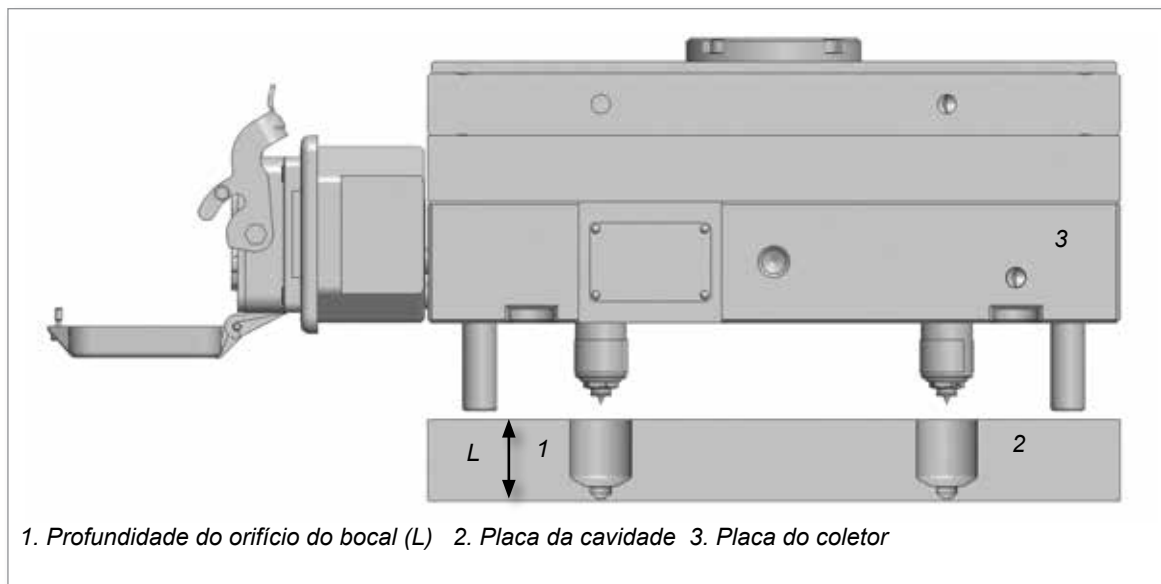

Figura 6-1 Profundidade do bocal
Verifique se a profundidade do orifício do bocal (L) na placa da cavidade está de acordo com as especificações da *Mold-Masters*. Veja a Figura 6-1.
1. Verifique se a profundidade do orifício do bocal (L) na placa da cavidade está de acordo com as especificações da *Mold-Masters*. Veja a Figura 6-1.